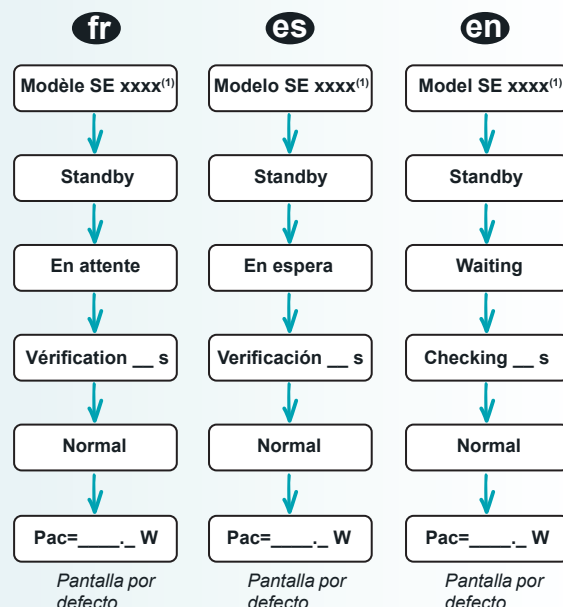

Fig. 14
- Cuando la tensión de corriente continua sea suficiente, el inversor SunEzy mostrará sucesivamente y de manera automática los datos indicados en el diagrama siguiente (Fig. 14) dependiendo del idioma configurado.